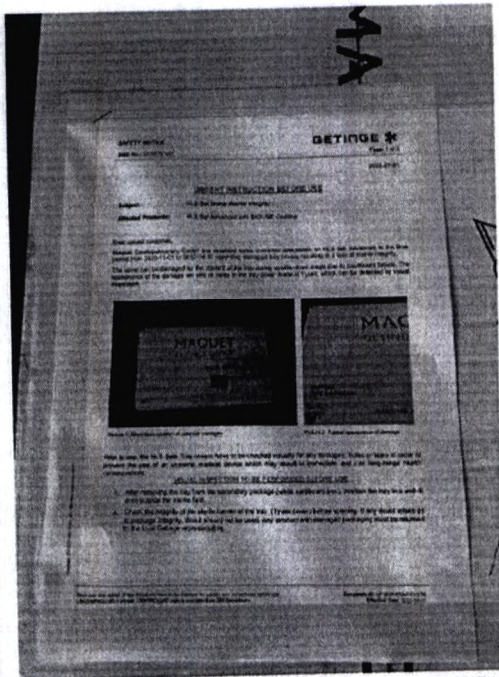

Рисунок 7: Уведомление, которое SSU крепит на каждую белую коробку
- Просим приложить предоставленное Уведомление о безопасности на местах ко всем затронутым изделиям, находящимся на вашем складе перед отправкой изделий конечным потребителям. Если это уже было сделано вашим представителем Getinge (см. рис. 7), вам не требуется предпринимать никаких действий.